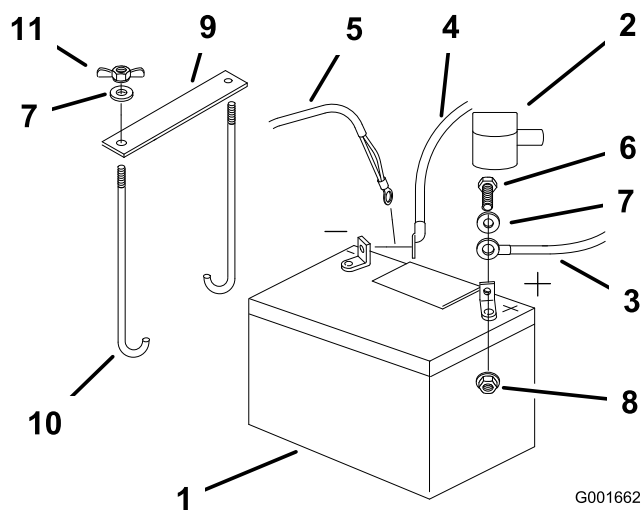

Figure 39
4. Commencez par débrancher le câble négatif et le câble de masse de la borne négative (-) de la batterie (Figure 39).
5. Ôtez le capuchon rouge de la borne positive (rouge) de la batterie. Débranchez ensuite le câble positif (rouge) de la batterie (Figure 39).
- Retirez les deux écrous à oreilles (1/4 inch) de fixation de la barrette de maintien de la batterie (Figure 39).
- Placez la batterie dans son support en tournant les bornes vers le moteur (Figure 39).
- Fixez les câbles avec 2 boulons (1/4 x 3/4 po), 2 rondelles (1/4 inch) et 2 contre-écrous (1/4 inch) (Figure 39).
- Fixez la batterie en position avec des boulons en J, une barrette de maintien et 2 rondelles (1/4 inch), ainsi que 2 écrous à oreilles ((1/4 inch)) (Figure 39).